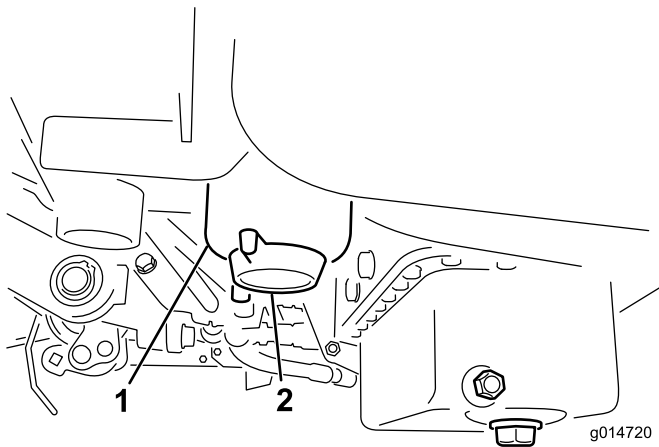

図 46
2. フィルタ容器（図 46）の周辺をウェスできれいにぬぐう。
4. フィルタの j ドレン・プラグを開く（図 46）。